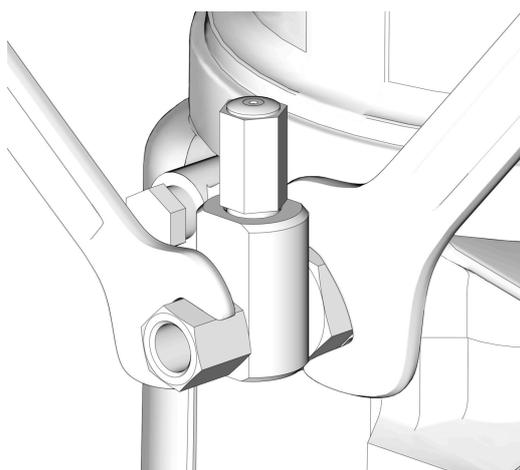

FIG. 20
Relâcher la pression dans l'élément de pompe à l'aide de deux clés travaillant dans des directions opposées sur l'élément de pompe et le raccord d'élément de pompe pour desserrer lentement le raccord uniquement jusqu'à ce que le raccord soit desserré et qu'aucun lubrifiant ou air ne s'en échappe. Répéter l'opération pour chaque élément de pompe installé (FIG. 20).
- Toujours utiliser deux clés travaillant dans des directions opposées, pour raccorder quoi que ce soit à l'élément de pompe ou aux raccords auxiliaires. Voir FIG. 20 à titre d'exemple.